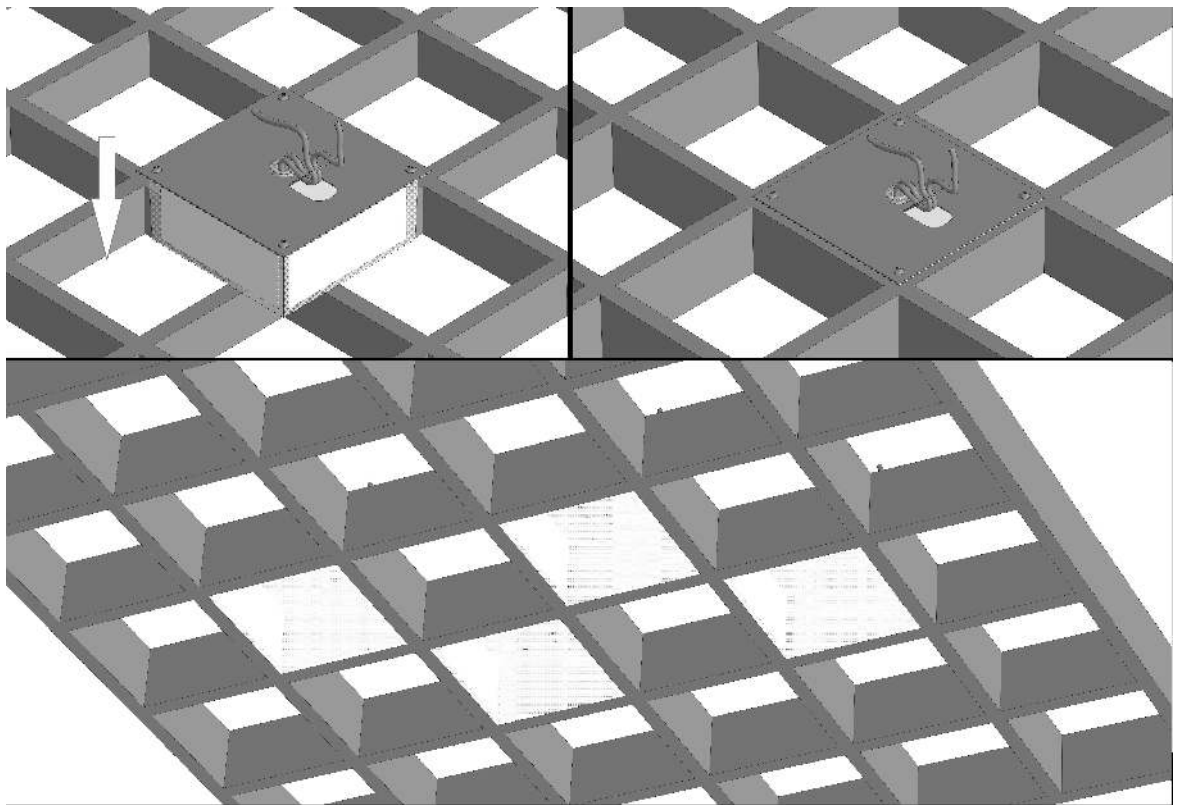

Рисунок 5 - Схема установки светильника ДВО09 потолок.
6.3 Установите светильник на опорную поверхность (см. рисунок 5).